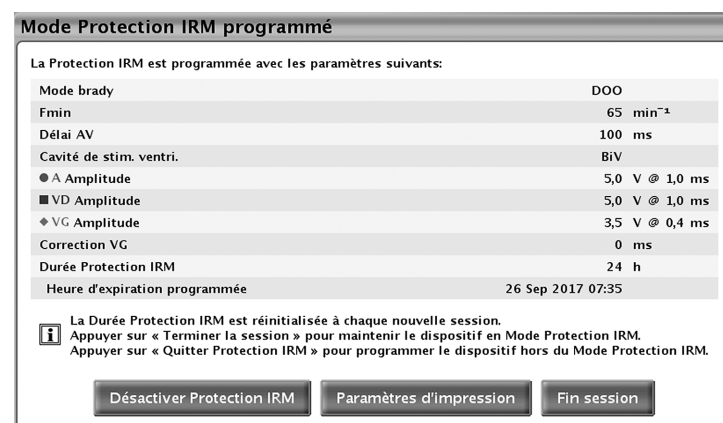

Figure 2-9. Bo te de dialogue Mode Protection IRM programm 
- Sélectionner le bouton Sortir du mode Protection IRM sur l'écran Mode Protection IRM programmé (Figure 2-9 Boîte de dialogue Mode Protection IRM programmé en page 2-11).